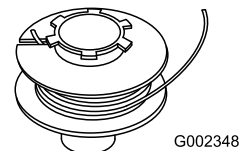

Bild 14
2. Haken Sie ein Ende des Schneidfadens **ganz** in den Schlitz an der Spule ein (Bild 14), so dass **höchstens 3 mm** herausragen.